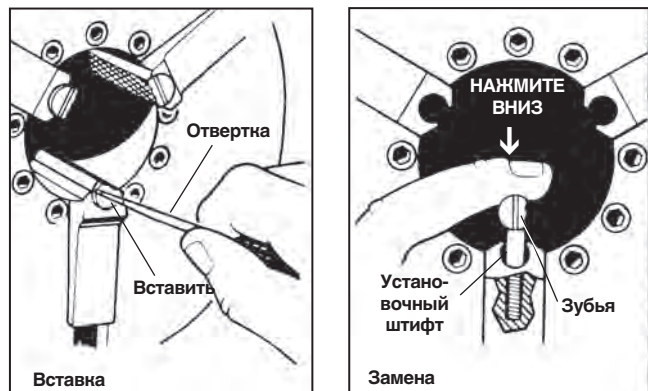

Рис. 31 – Замена вставных губок
1. Вставьте отвертку в паз вставной губки и поверните ее на 90 градусов в любом направлении. Извлеките вставку (Рис. 31).
2. Установите вставную губку перпендикулярно установочному штифту и нажмите вниз до упора (Рис. 31).